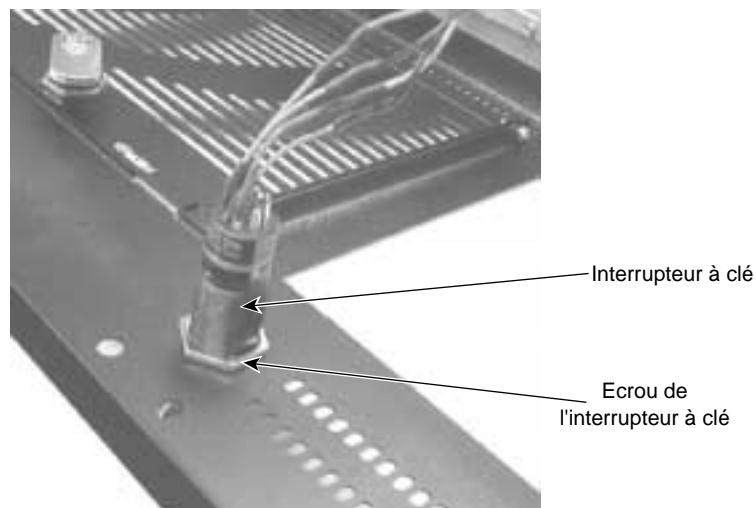

Figure 9-22 Démontage de l'interrupteur à clé
4. Otez l'écrou fixant l'interrupteur à clé au panneau avant avant de démonter l'interrupteur à clé de ce panneau. Reportez-vous à la Figure 9-22.